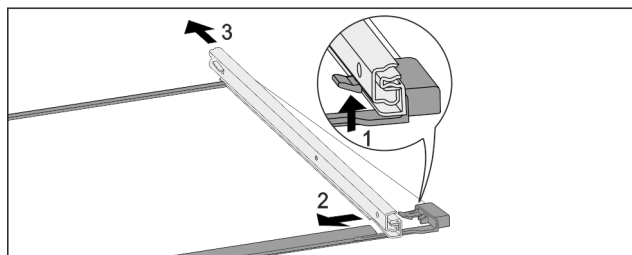

Fig. 228 Ripiano in vetro con guide
- Premere il gancio di fermo anteriore verso l'alto. Fig. 228 (1)
- Far scorrere la guida estraibile di lato Fig. 228 (2) e verso il lato posteriore Fig. 228 (3).